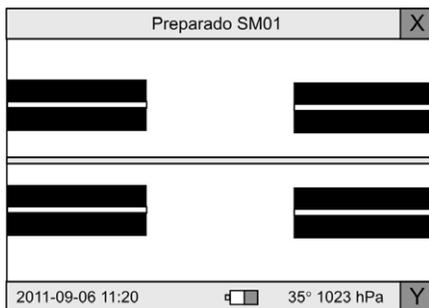

Figura 4.-
- Ejes X e Y en vertical. Figura 4.-
Al encender la fusionadora esta realiza un auto-chequeo. Si todo es correcto, entra en el modo **Fusión**, y muestra una pantalla como la de la figura 4.